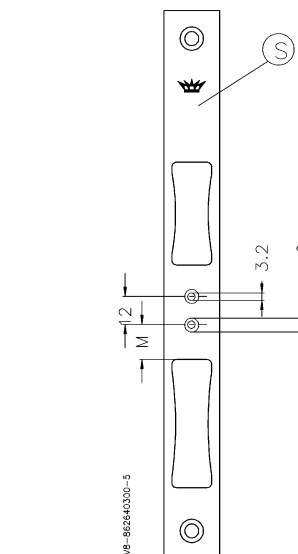

Bild 2. Das Schließblech (S) bohren
- Die Montagebohrungen am Schließblech (S) mit einem Maß von 12 mm anzeichnen und bohren. Halten Sie vorzugsweise einen Abstand von $M = 15 \text{ mm}$ ein. (Bild 2)
- Senken Sie nach dem Bohren $\varnothing 6 \text{ mm} \times 90^\circ$. (Bild 2)